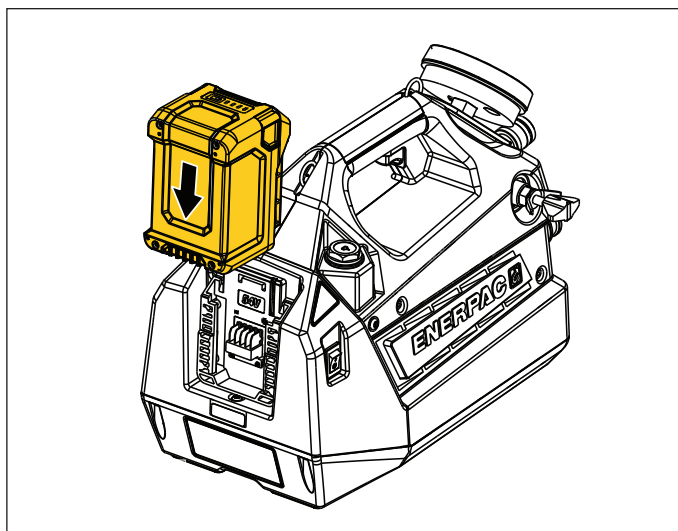

Figura 6: Acumulatorul - Instalare
- **Pentru a instala acumulatorul în pompă:** Glisați acumulatorul în jos în compartimentul său din spatele pompei. Asigurați-vă că acesta se fixează în poziție în siguranță. Consultați Figura 6.